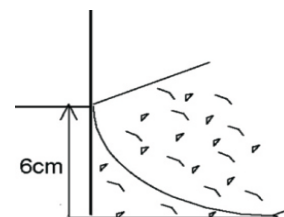

Fig. 4
6. Zandlaag aan binnenkant van het zwembad (afb. 4)